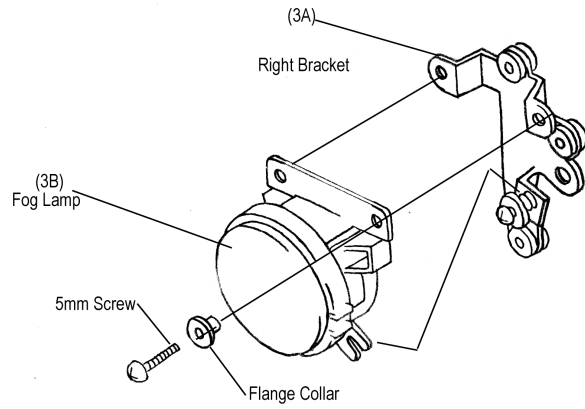

FIG 3
7. INSTALL THE RIGHT BRACKET (3A) ON THE FOG LAMP (3B) AS SHOWN IN FIGURE 3. DO THE SAME FOR THE LEFT SIDE.